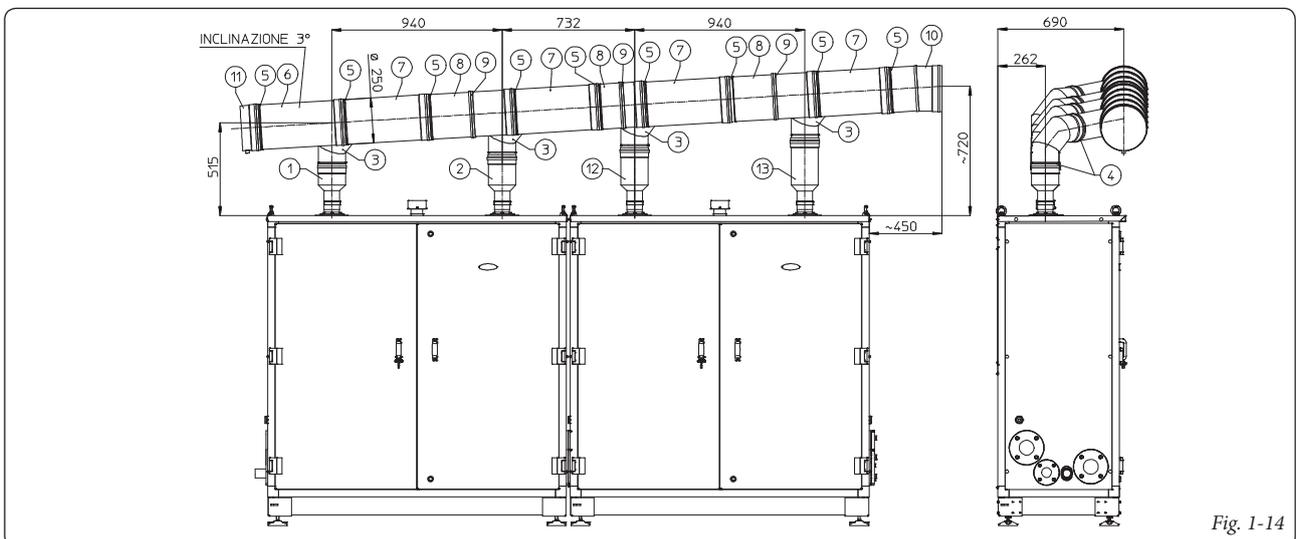

Fig. 1-14
- Ø 250 per 2 generatori (Fig. 1-14)